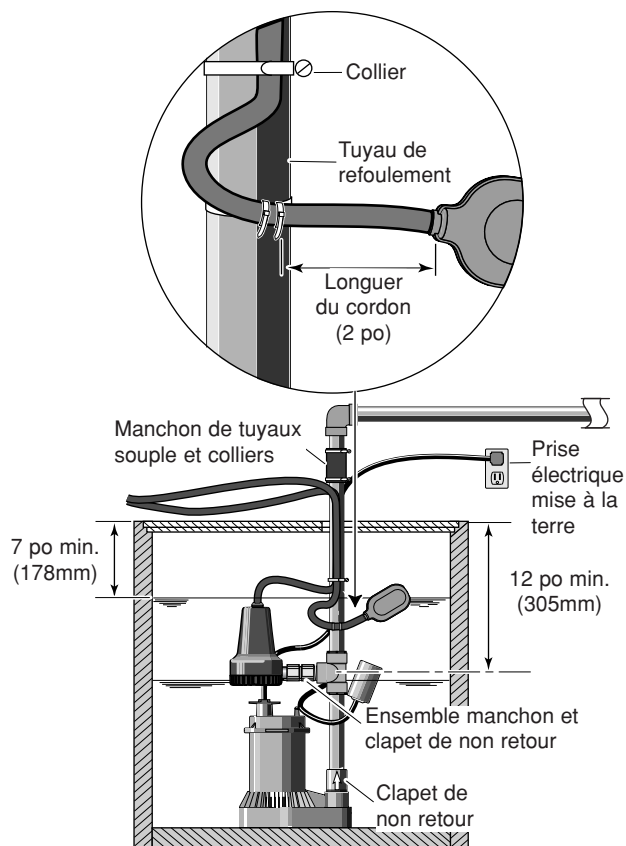

Figure 6 – Installation de la double pompe et de l'interrupteur à flotteur
8. Monter l'interrupteur à flotteur (Réf. 8) sans le serrer sur le tuyau de refoulement avec les colliers (Réf. 8A et 8B). Une longueur d'environ 3 pouces (76 mm) de cordon doit être laissée entre le flotteur et le collier. Des réglages peuvent être requis. Pour cette raison, ne pas serrer les colliers de serrage. Voir la Figure 6.